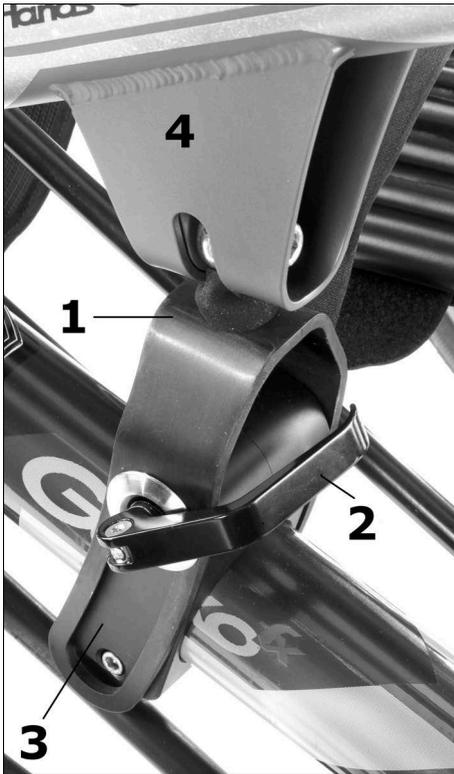
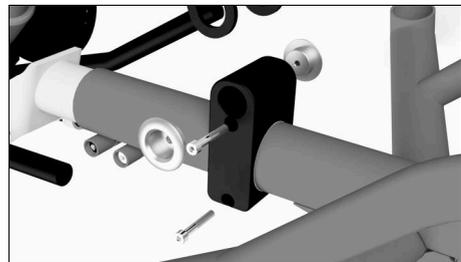
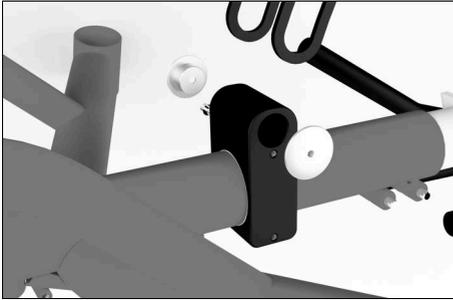

Abb. 1: Stütze: Stützblech (1) und Abstützklemmung (3) liegen passend übereinander.
Abb. 5: Abstützklemmung
Abb. 6: Abstützklemmung mit Schnellspanneraufnahme (links) und Schnellspannermutter (rechts) von der rechten Seite aus gesehen.
- 3b. Zum Verschieben der Abstützklemmung entfernen Sie Schnellspanner, Schnellspannermutter und Schnellspanneraufnahme (Teilebezeichnung siehe Seite 9, Abb. 1 und Seite 10, Abb. 5). Lösen Sie dann die 2 Befestigungsschrauben der Abstützklemmung.
- 3e. Befestigen Sie Schnellspannermutter, Schnellspanneraufnahme und Schnellspanner wieder (Seite 10, Abb. 5 und Seite 11, Abb. 6).